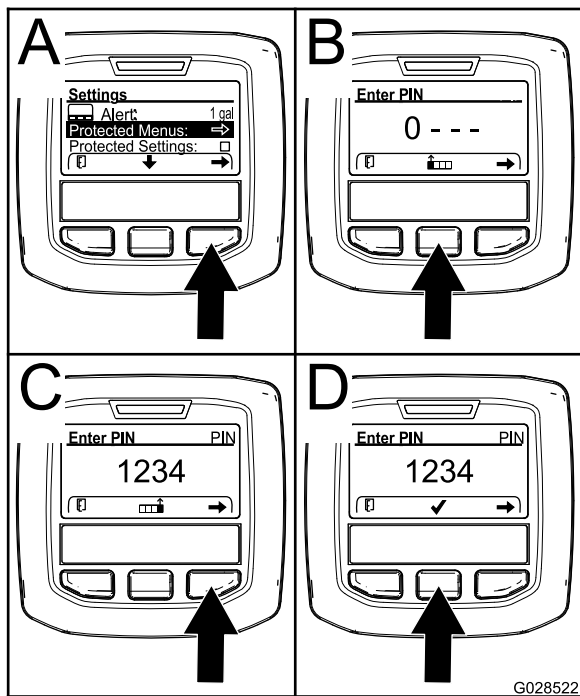

Figura 70
**Nota:** Surge o ícone de marca de verificação acima do botão de seleção central (Figura 70 D).